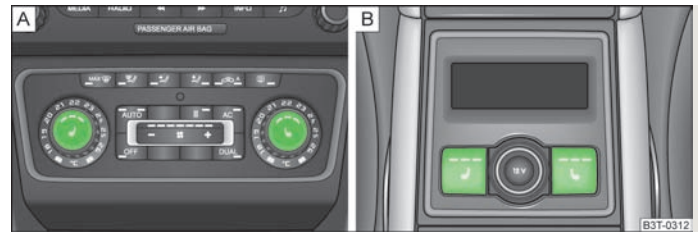

Abb. 57 Regler für Beheizung der Vordersitze / Rücksitze
- › Durch Drücken der Fläche des Reglers im Bereich des Symbols bzw. » Abb. 57 - **A**) kann die Sitzheizung des Fahrer- bzw. Beifahrersitzes eingeschaltet und reguliert werden.
- › Durch Drücken des Reglers bzw. » Abb. 57 - **B**) kann die Heizung am linken bzw. rechten Rücksitz eingeschaltet und geregelt werden.